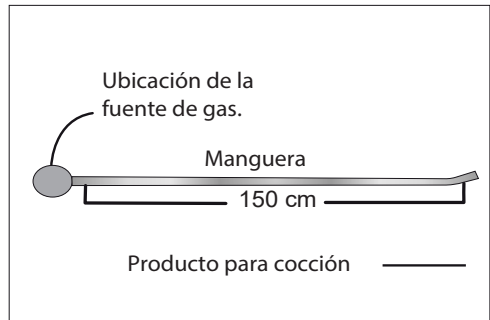

Figura 2
- La longitud de la conexión flexible debe ser la mínima posible de acuerdo con el grado de desplazamiento necesario del producto. En ningún caso será mayor que 150 cm (ver figura 2).